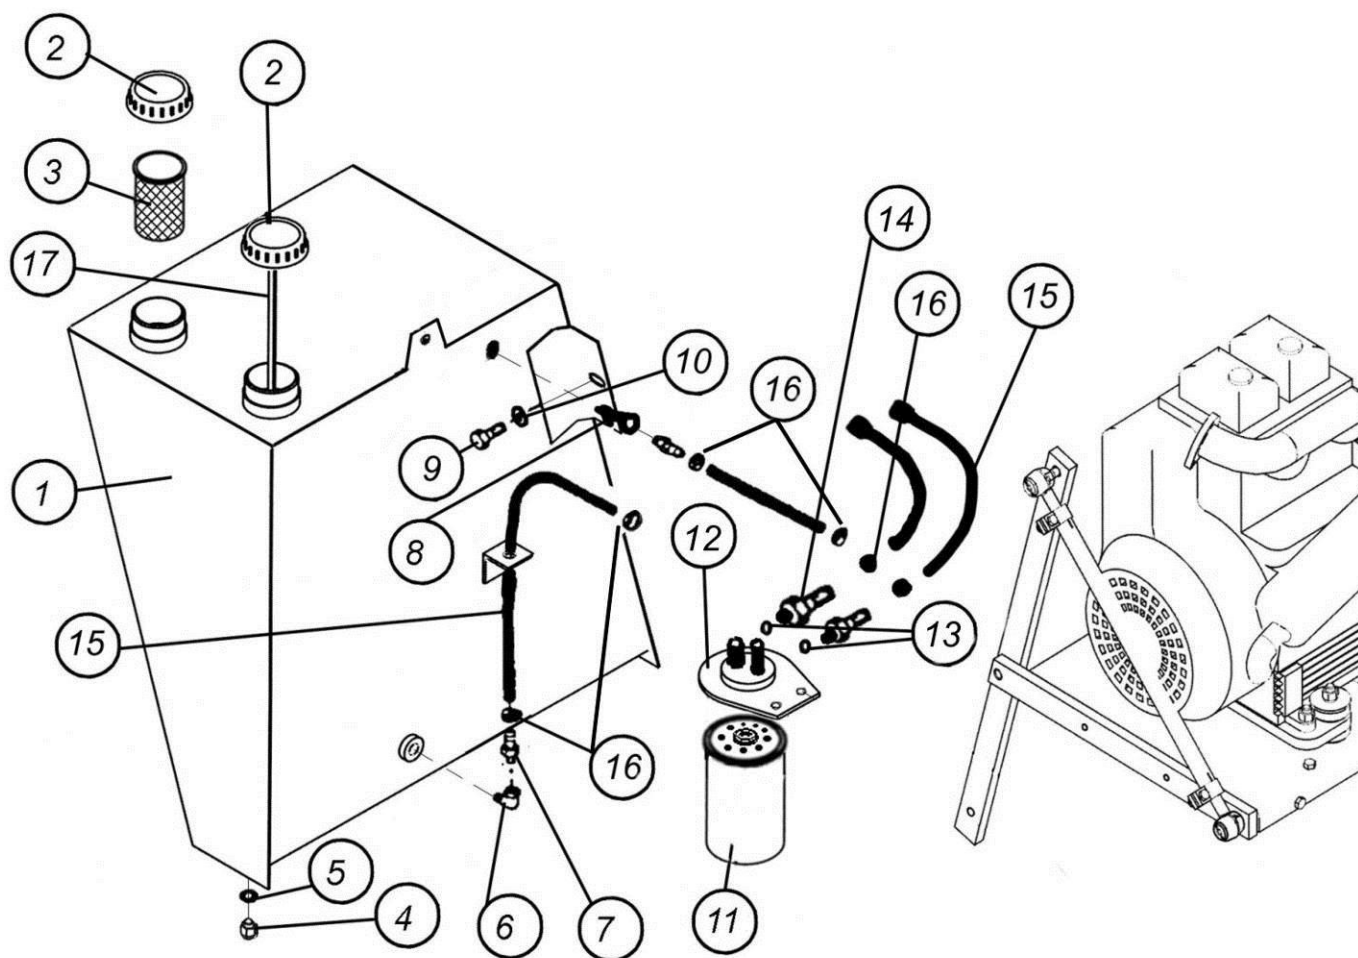

Рис. 7.2.11.1. Топливный бак до 10.2013
7.2.11.2. Топливный бак после 10.2013 г. (рис. 7.2.11.2)